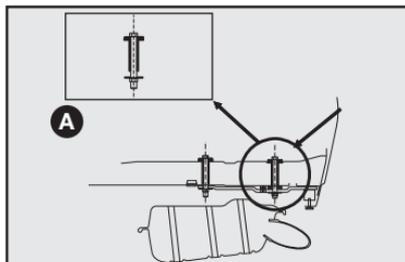
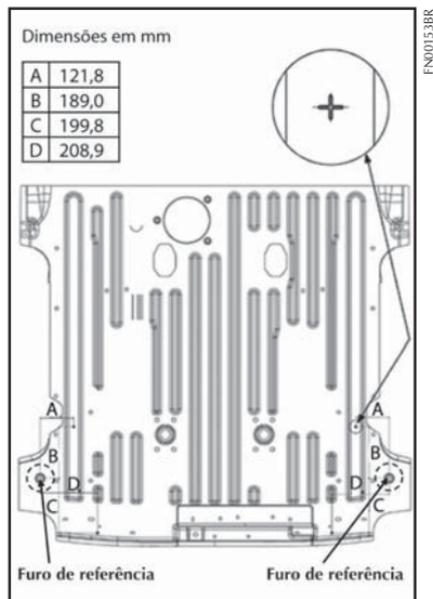

fig. 1
fig. 2
- Efetuar no veículo a furação com  $\varnothing$  (diâmetro) 11 mm traspassando o assoalho posterior (ver detalhe **A-fig. 1**) e a longarina nas marcas esquemáticas indicadas na **fig. 2**.